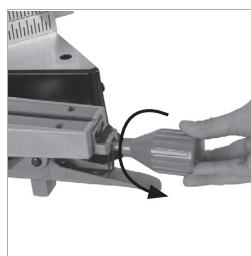

Fig. 30
- Desserrez la poignée de blocage d'onglet (**Fig. 30**) en la tournant dans le sens contraire des aiguilles d'une montre